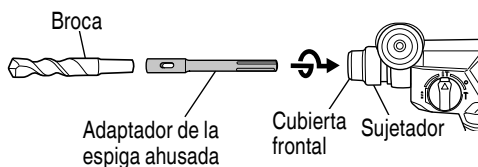
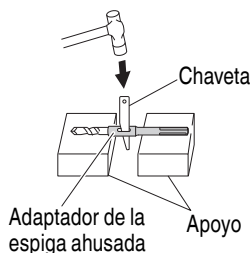

Fig. 27
Fig. 28
- (1) Montar el adaptador de la espiga ahusada en el martillo perforador a batería (Fig. 27).
- (2) Montar la broca (espiga ahusada) en el adaptador de la espiga ahusada (Fig. 27).
- (3) Poner el interruptor en la posición de encendido, y taladrar un orificio de la profundidad especificada.
- (4) Para quitar la broca (espiga ahusada), insertar la chaveta en la ranura del adaptador de la espiga ahusada y golpear la cabeza de la chaveta con un martillo sobre sus apoyos (Fig. 28).